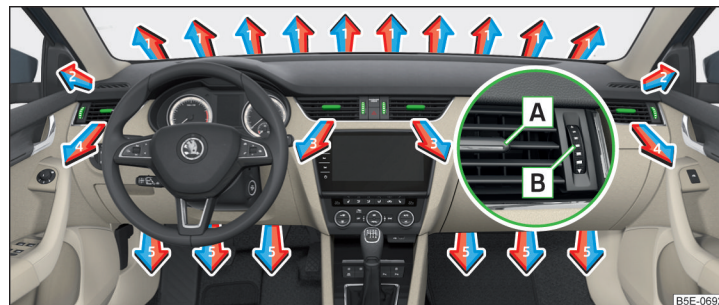
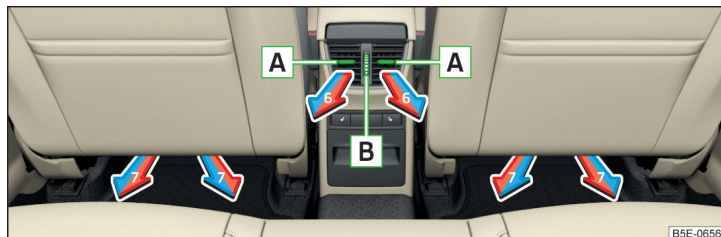

Fig. 153 Diffuseurs d'air avant
Fig. 154 Diffuseurs d'air arrière
Les diffuseurs d'air **3**, **4** » fig. 153 et **6** » fig. 154 offrent la possibilité de modifier la direction du débit de l'air et peuvent s'ouvrir et se fermer séparément.
Le réglage du sens du flux d'air est effectué en déplaçant l'élément de réglage **A** » fig. 153 ou » fig. 154 dans la direction souhaitée.
- Pour ouvrir, tournez le régulateur **B** -- ou » fig. 153 ou » fig. 154 vers le haut.
- Pour fermer, tournez le régulateur **B** » fig. 153 ou » fig. 154 vers le bas.
Réglage de la direction du débit d'air	Diffuseurs d'air » fig. 153 et » fig. 154